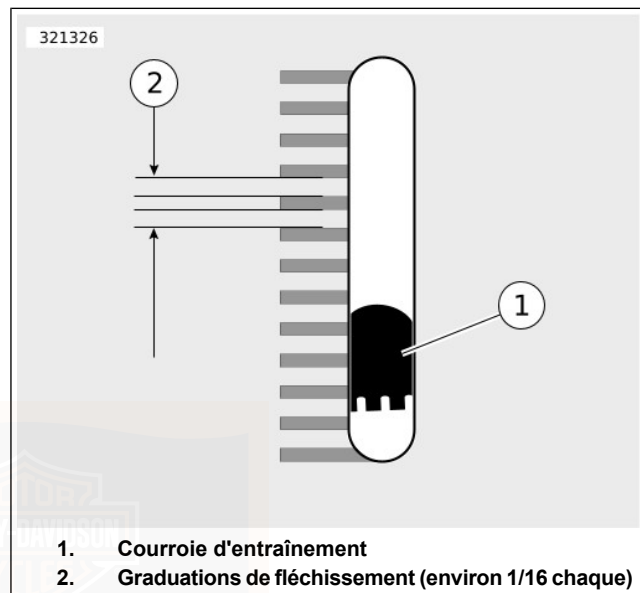

Figure 66. Fenêtre de fléchissement de la courroie
- a. **Modèles équipés d'une fenêtre de fléchissement de courroie** : Voir Figure 66. Mesurer le fléchissement de la courroie tel qu'il apparaît dans la fenêtre de fléchissement de la courroie tout en maintenant fixe le vérificateur. Chaque graduation de fléchissement est environ 1,59 mm (1/16 in).